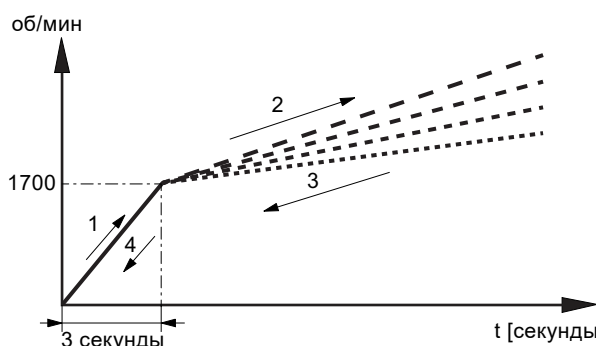

Рис. 6 Линейно снижающаяся характеристика
1. Уменьшите частоту вращения насоса BMS hp (6) в соответствии с заводскими настройками. См. рис. 6 (3 и 4).